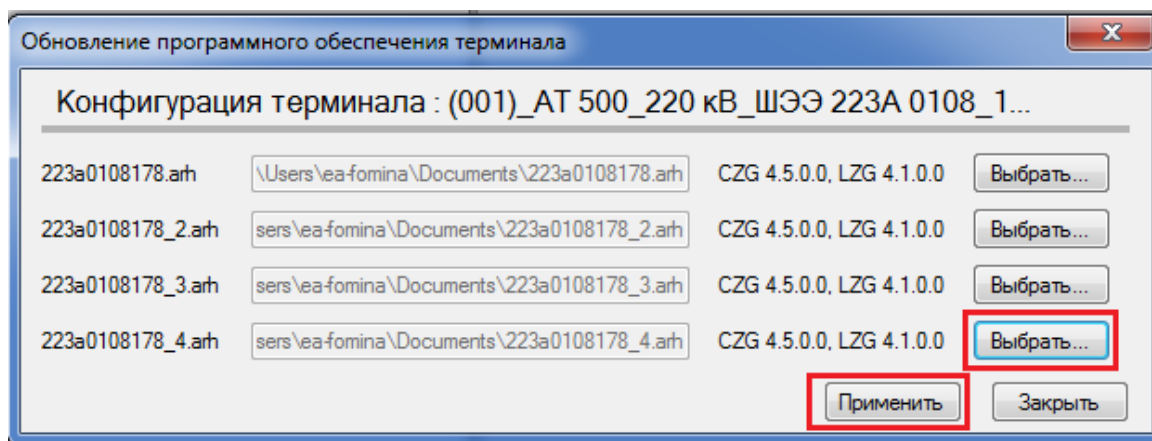
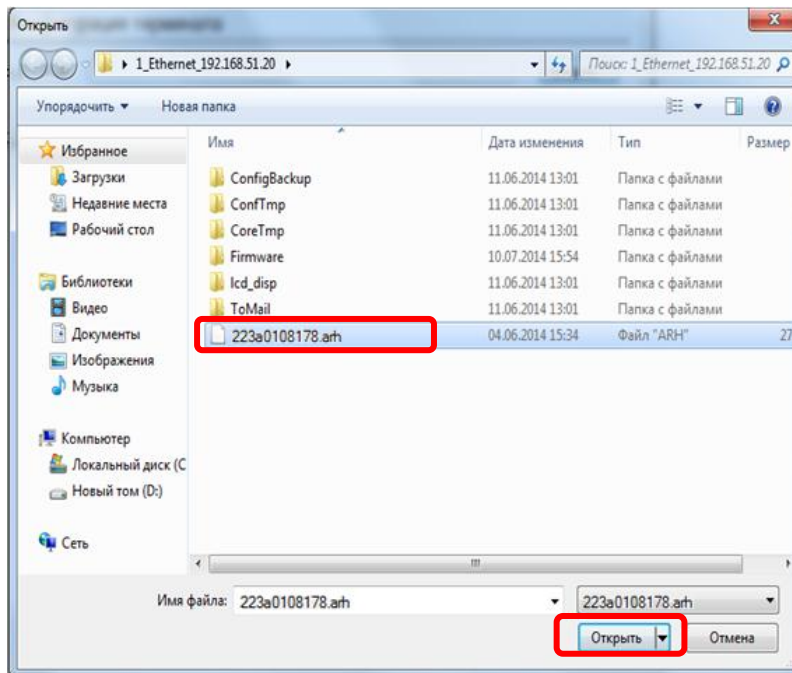

Рисунок 21 – Выбор файлов конфигурации
Рисунок 22 – Выбор файла конфигурации
6.4 В появившемся окне **Конфигурация терминала** для каждого набора уставок нажать кнопку **Выбрать** (см. рисунок 21) и затем указать путь к загружаемому файлу конфигурации (файл с расширением *.arh, имя загружаемого файла конфигурации должно совпадать с именем файла конфигурации в терминале) (см. рисунок 22).
6.5 Нажать кнопку **Применить** (см. рисунок 21).